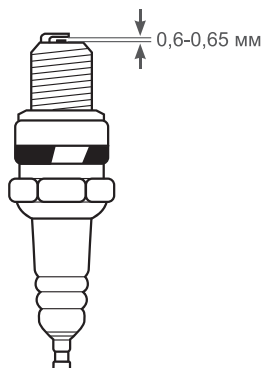

Рис. 23 Свеча зажигания
- Измерьте зазор между электродами свечи зажигания специальным щупом. Зазор должен быть 0,6-0,65мм (Рис. 23). При увеличении или уменьшении требуемого зазора рекомендуется заменить свечу, так как регулировка зазора может привести к изменению качества искрообразования.